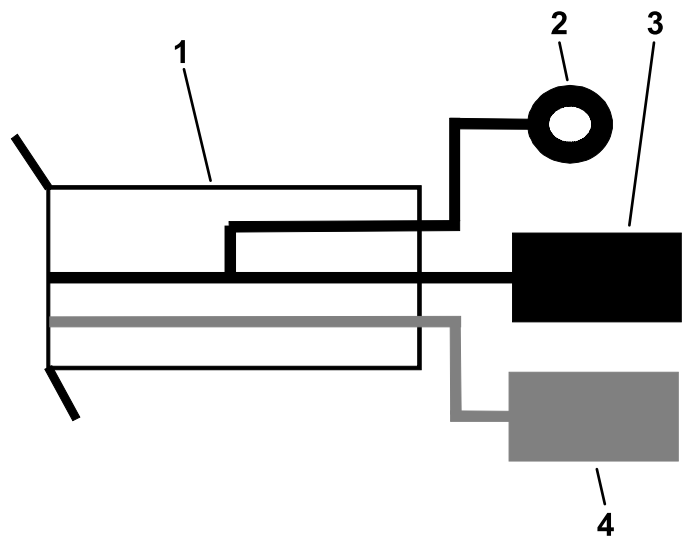

Рисунок 20
5. Подсоедините черную проволочную перемычку к проводу заземления в жгуте проводов комплекта преобразователя напряжения (Рисунок 20).
6. Подсоедините красный провод питания к проводу питания на жгуте проводов из комплекта преобразователя напряжения (Рисунок 20).